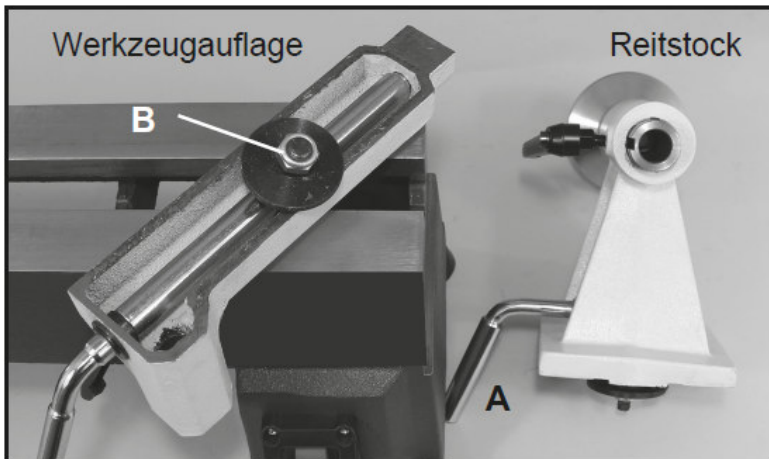

Abb. 6-2: Montage der Werkzeugauflage
1. Um den Reitstock vom Maschinenbett abzunehmen, den Verriegelungshebel (Pos. A, Abb. 6-2) auf der Rückseite des Reitstocks lösen und anschließend die gesamte Reitstockeinheit vom Ende des Drehbankbetts schieben (Abb. 6-2)